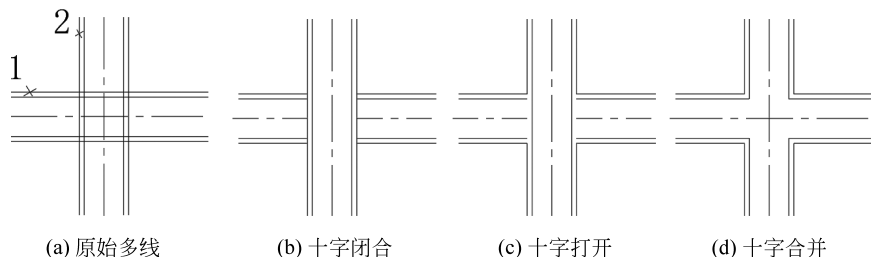

图 3-22 十字交点编辑效果
(1) 十字形交点工具。十字交点工具包括十字闭合、十字打开和十字合并 3 种,这 3 种多线编辑的结果如图 3-22 所示,图中的 1 和 2 表示选择的先后顺序。